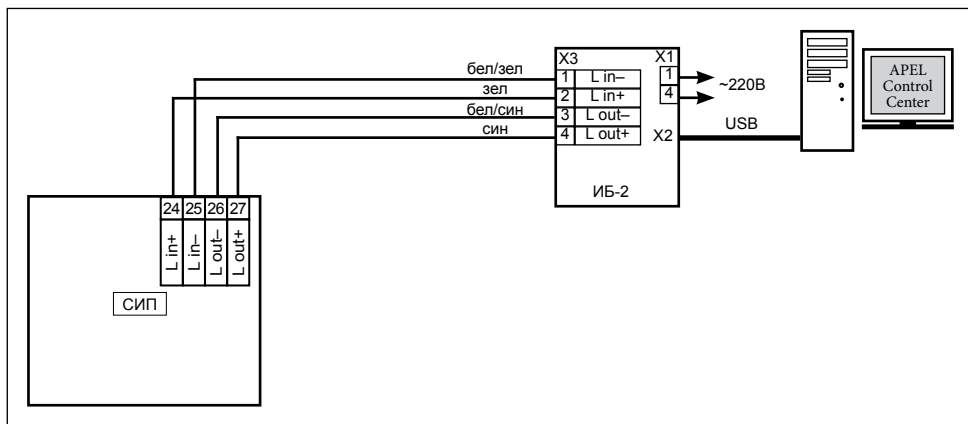

Рисунок 8. Счётчик импульсов СИП УИ. Подключение последовательного интерфейса.
6.8 Если необходима работа счётчика в составе компьютерной системы управления технологическим оборудованием APEL Control Center, подключите кабель последовательного интерфейса к соответствующим контактам (Рисунок 8) Рекомендуется использовать кабель с витыми парами типа UTP5. В момент ответа на полученную с компьютера команду в правом разряде дисплея загорается десятичная точка.